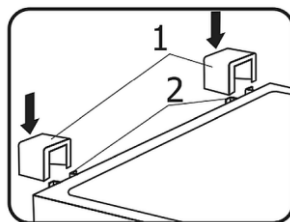

Рис. 4
8. Взять две опоры (1) и вставить их в направляющие (2) в верхней части задней стенки (рис.4).